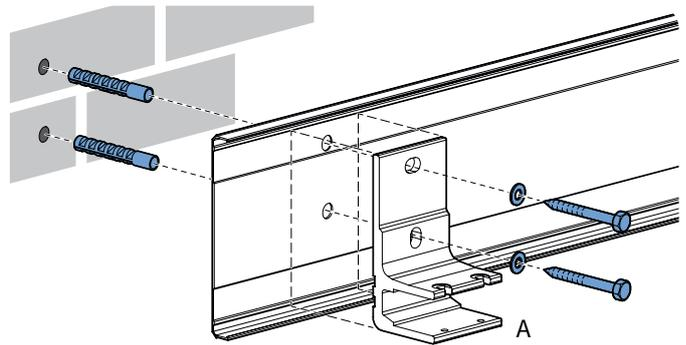

fig. 1.3b Montage du capot arrière et du support mural
Si le capot arrière est utilisé, percez les trous dans celui-ci. Montez le capot arrière avec les supports muraux (A). Voir figure 1.3b.